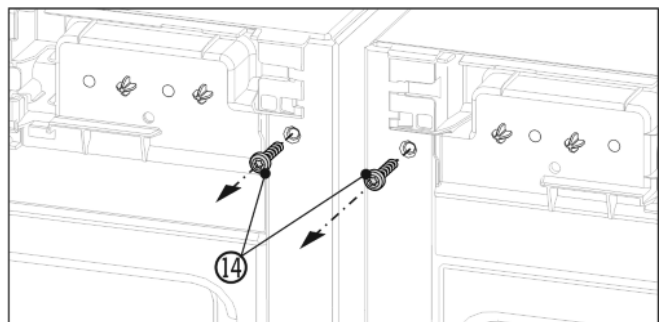

Fig. 6
- ▶ Перед монтажем верхнього кута викрутіть обидва гвинти заземлення Fig. 6 (14).